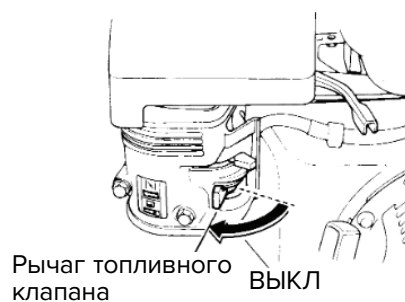

Рис. 17. Рычаг топливного клапана (ВЫКЛ)
3. Закройте топливный кран. (см. рис. 17)